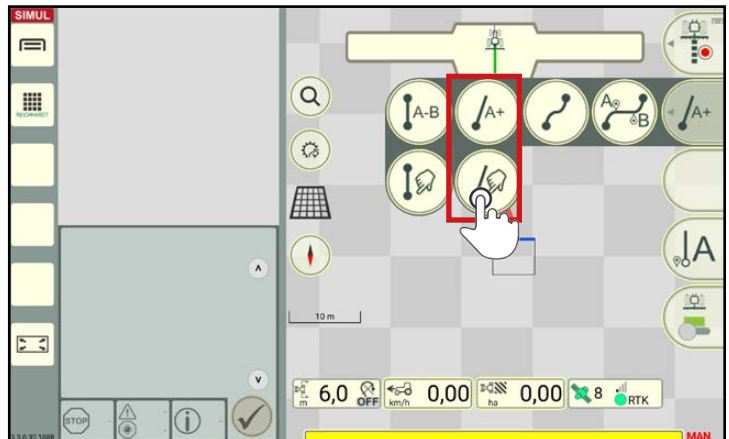

Abb. 97: Spurart „A⁺-Spur“ oder „A⁺-Spur manuell“ für die Referenzspuraufzeichnung/-erstellung wählen
-  Streichen Sie den zweiten Button des Feldbearbeitungs-Menüs nach links (siehe Abb. 97).